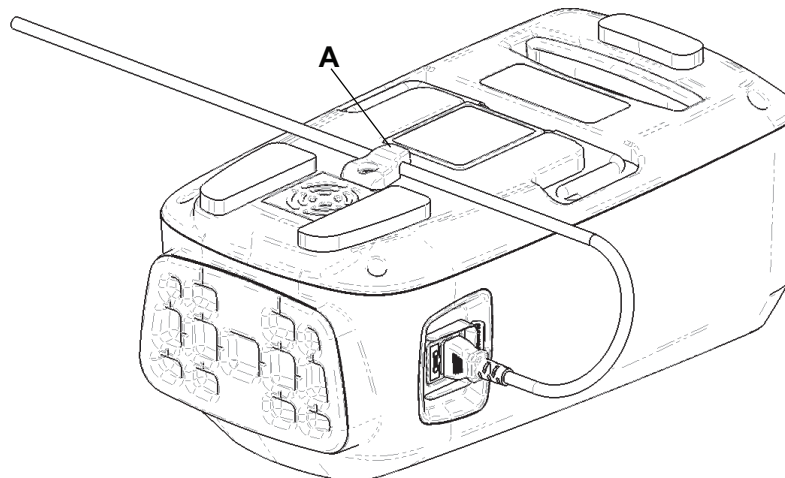

Figure 5 – Poignée flexible de rétention du cordon
3. Insérer le cordon d'alimentation sous la poignée flexible de rétention du cordon d'alimentation (A) (Figure 5).